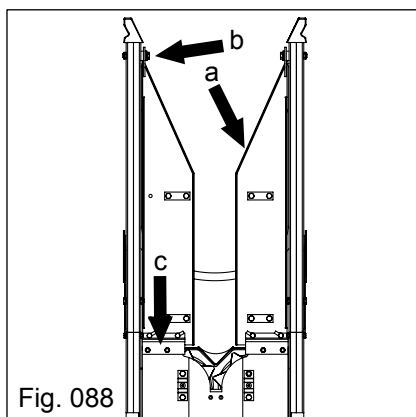

Fig. 088
- b) Retire as duas bandejas com o suporte ("a" Fig. 088) da bica de entrada, para isso solte os parafusos ("b" "c" Fig. 088)